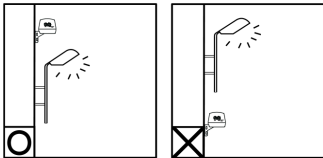

Fig. 2
- 2. Por favor, asegúrese de que ninguna luz artificial incida sobre el sensor, como, por ejemplo, la luz conectada al mismo (Vea la fig. 2).
- 2. Please ensure that no artificial light is aimed at the sensor, such as the connected lighting (See fig. 2).